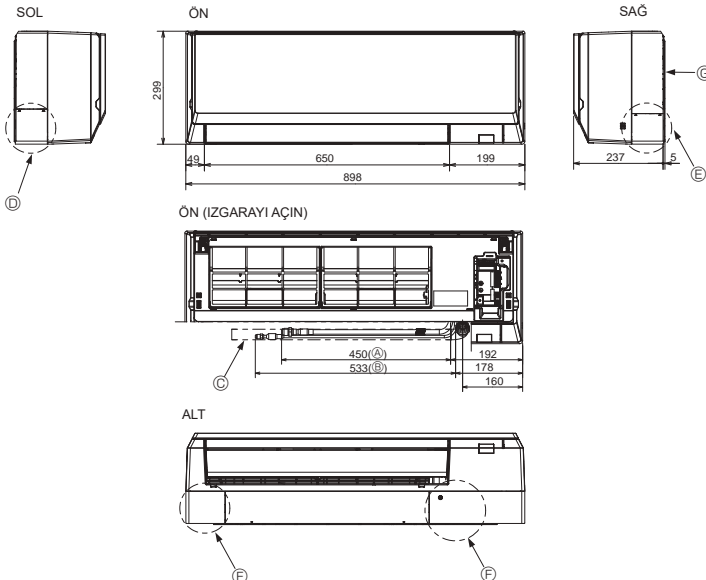

Fig. 4-3
4.3. Soğutucu ve drenaj borularının yerlerinin belirlenmesi (Fig. 4-3)